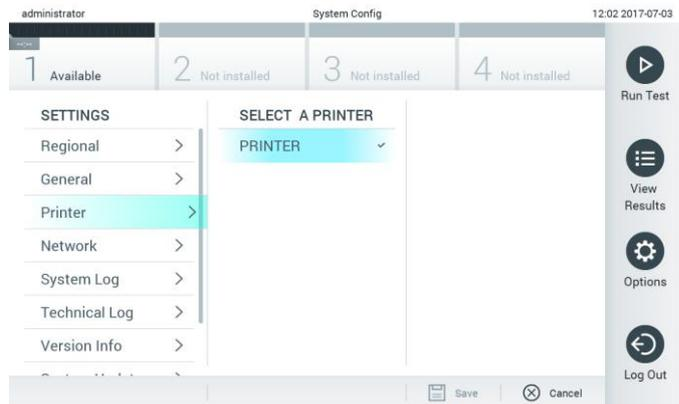

Рис. 61. Выбор принтера для системы.
3. Выберите принтер в списке доступных принтеров (рис. 61).